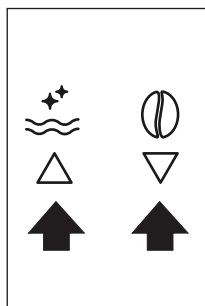

Fig. 9
- ▶ Pentru a seta limba, utilizați pictogramele  $\Delta$   $\nabla$  (B7 și B8) pentru a selecta limba dorită (Fig. 9). Când este afișat mesajul „PRESS OK TO CHOOSE ENGLISH” (APĂSAȚI OK PENTRU A ALEGE LIMBA ENGLEZĂ), apăsați pe pictograma OK (B 9) (Fig. 10) timp de 3 secunde până când se afișează mesajul „ENGLISH INSTALLED” (LIMBA ENGLEZĂ INSTALATĂ). Dacă ați setat limba greșită, urmați instrucțiunile din secțiunea "Setarea limbii". Dacă limba dv. nu este disponibilă, selectați una dintre cele afișate. Instrucțiunile se referă la versiunea în limba engleză. După aceea urmați instrucțiunile afișate.